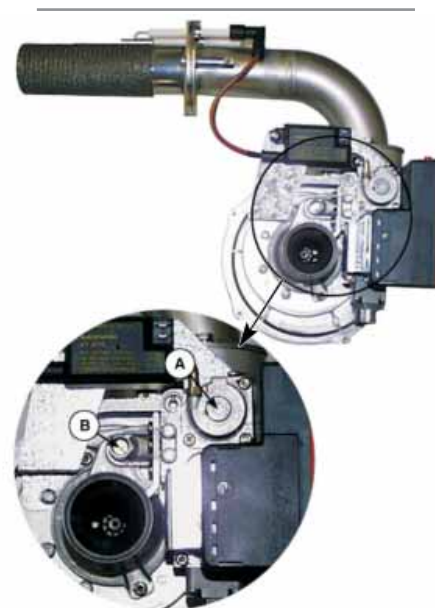

Fig. 5.e
2. agir sur le régulateur de débit B (voir Fig. 5.e): dans le sens des aiguilles d'une montre pour diminuer, dans l'autre sens pour augmenter (compte tenu de la sensibilité de la vis, de petites rotations suffisent);